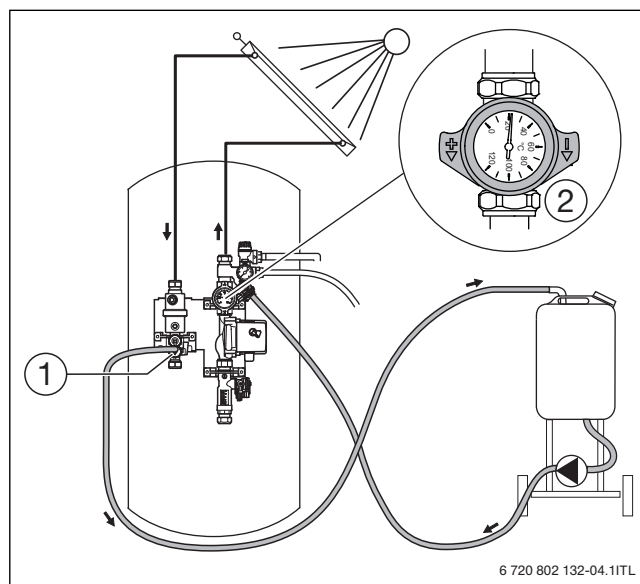

Fig. 19 Påfyldning over pumpestationen
- Tilslut fyldestationen som vist på fig. 19.